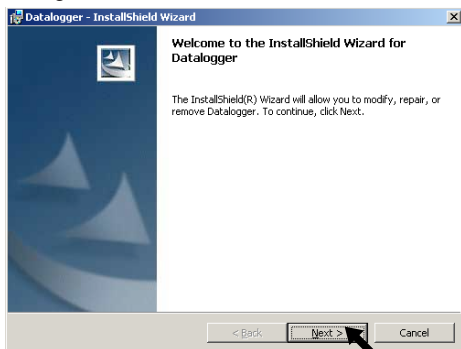

fig.1
- O mesmo exibirá a tela “Welcome to the InstallShield Wizard For Datalogger”, clique em **NEXT**. (fig.1)